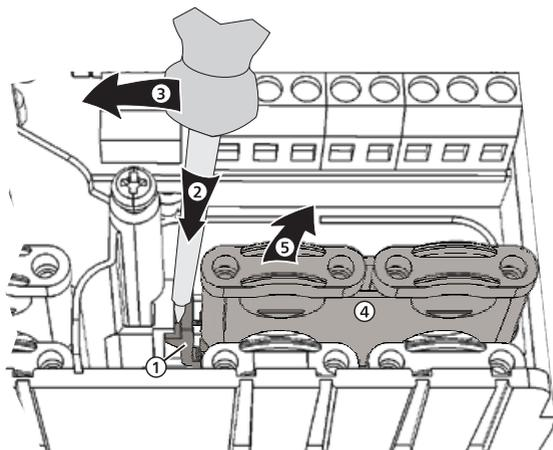

Fig. 5: Rimozione del ponticello destro
1. Posizionare ② il cacciavite a taglio al ponticello destro tra la scatola e il morsetto a molla ① (Fig. 5).
2. Premere il cacciavite a taglio con cautela verso sinistra ③. Sollevare a destra il morsetto a molla ① fino a sbloccare il ponticello ④.
3. Con la mano libera togliere il ponticello sollevandolo verso l'alto ⑤.